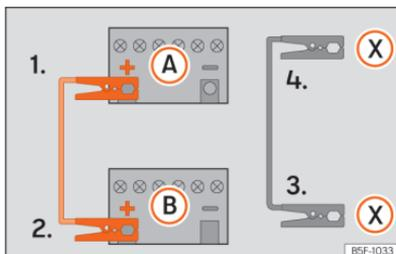

Fig. 164 Esquema de ligação para veículos com sistema Start Stop.
Os cabos de arranque apenas se deverão ligar seguindo a ordem 1 > 2 > 3 > 4 »» Fig. 164.
Nos veículos com sistema Start-Stop: ligue uma extremidade do cabo preto de emergência (X) a um terminal de massa adequado, a uma peça de metal maciça que esteja aparafusada ao bloco do motor ou ao próprio bloco do motor »» Fig. 164.
5. Ligue a outra extremidade do cabo preto de emergência (X), no veículo com a bateria descarregada, a uma peça de metal maciça que esteja aparafusada ao bloco do motor ou ao próprio bloco do motor, mas o mais afastado possível da bateria A.